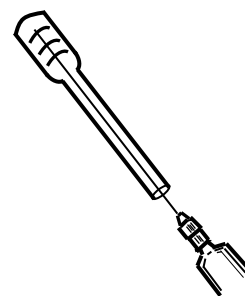

図 3.1
- ① 多成分用 D-tube には 2 種類の注射針が付属しています。高粘度の試料(ジメチルホルムアミド, ジクロロエタンなど)には太い注射針を, 低粘度の試料(メチルアルコール, アセトン, 四塩化炭素など)には細い注射針をご使用下さい。
- ② 試料を注射器で吸い上げ, 注射針の先端を D-tube の液だめに挿入します。この時, 図 3.1 のように注射器を上に向け D-tube を上からかぶせると針先から垂れる試料で D-tube の内壁を汚すことが防げます。
- ③ 注射針を挿入したまま, D-tube を水平に置かれた収納かごに標線が見えるように収納します。
- ④ D-tube の標線は D-01, D-02, D-03, D-04 が 3 本, D-05 は 2 本ひかれています。標線と拡散速度の関係を表 2 に示します。標線が 3 本あるものについては標準ガスの発生が短時間であれば中心線付近に, 連続長時間であるなら上線に液面がくるよう試料を注入します。D-05 では常に液面を上線に合わせて下さい。